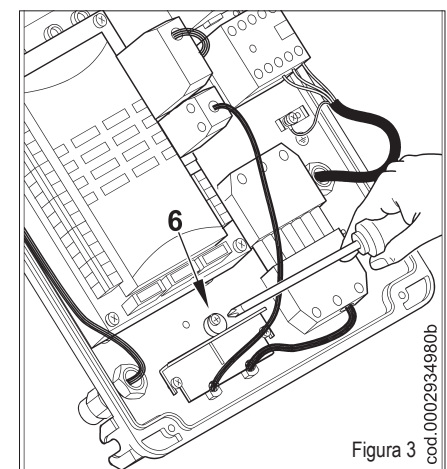
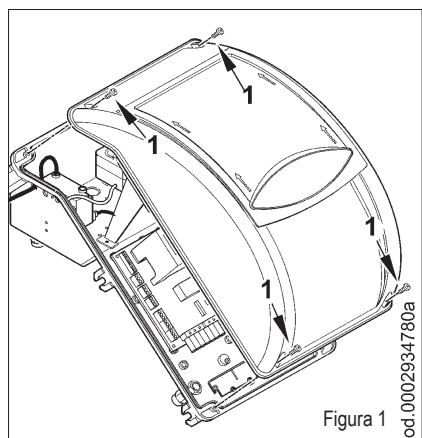

Figura 3
Figura 1
- 1) Quitar la tapa quitando los 4 tornillos (1) de la figura 1, sin quitar la tapita transparente. De esta manera se puede acceder al cuadro eléctrico del quemador.
- 2) Aflojar los tornillos (2) y después de haber quitado la plaquita que aprieta los cables (3), pasar las dos clavijas de 7 y 4 polos (véase la figura) por el agujero. Conectar los cables de alimentación (4) al telerruptor, fijar el cable de tierra (5) y apretar el sujetacables en cuestión.
- 3) Volver a poner la plaquita sujeta cables como indica la figura 3. Girar la excéntrica (6) de manera que la plaquita ejerza una adecuada presión en los dos cables y luego apretar los tornillos que sujetan la plaquita. Por último conectar las dos clavijas de 7 y 4 polos.